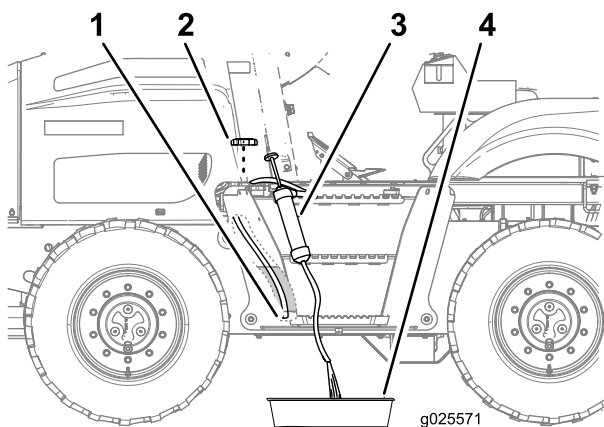

Рисунок 72
1. Снимите крышку топливного бака (Рисунок 72).
2. Проложите входной шланг сифонного оборудования через заливную горловину топливного бака и к его нижней части (Рисунок 72).
3. Направьте выпускной шланг сифонного оборудования в сливной поддон (Рисунок 72).
6. Установите крышку на заливную горловину топливного бака (Рисунок 72).